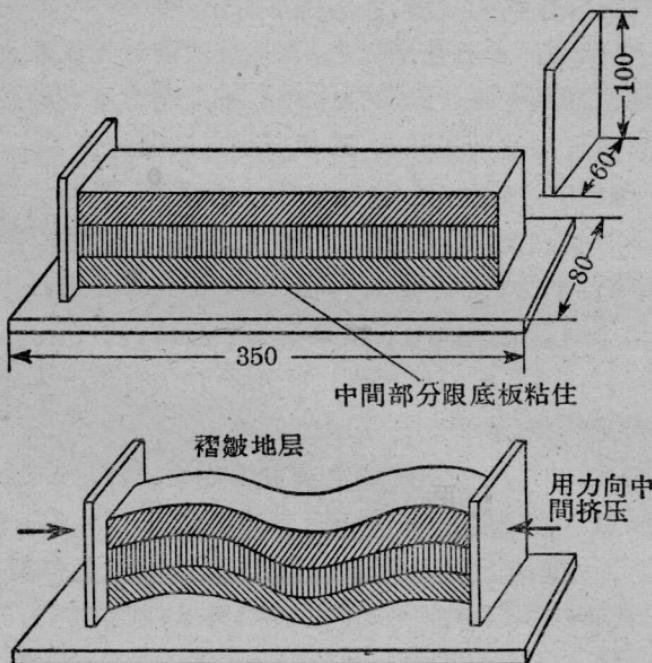

图 2 地层模型(一)
1. 把废报纸裁成 300×40 〔毫米〕²的纸条，迭成80毫米高。用线把纸条的两端象钉书一样钉成一整块。同时在纸条的中间部分每隔50毫米用线钉牢，使纸条成为一整块，但是又能屈曲。用木板把纸条块压紧，用细沙纸打光它的侧面，再在侧面上涂上几层不同的颜色，代表不同的岩层。用胶水涂刷纸条块的两端，把两块长方形三夹板粘在上面。粘的时候要使纸块的下边跟三夹板的下边对齐。用长条三夹板做底板，在底板的中间部分涂上一层胶水，宽5毫米，把纸条块连同两端的三夹板放在这块底板上面，使纸块的中间部分跟底板粘牢(图2)。